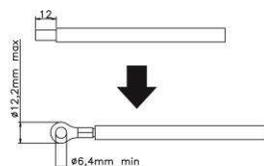

Abbildung 6
Schritt 2: Verwenden Sie zwei Batteriekabel. Entfernen Sie die Isolation in der Länge von 12mm und legen Sie den Leiter in den Kabelringschuh ein. Siehe dazu Abbildung 6.